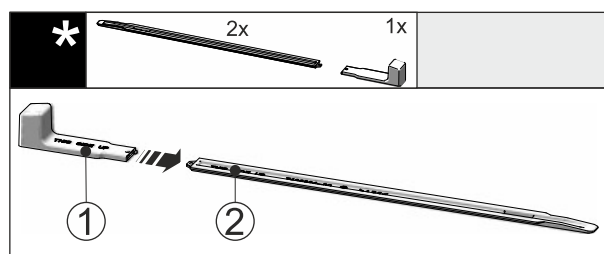

Fig. 50
- Postavite montažnu ručku Fig. 50 (1) na šinu za Fig. 50 (2) niveliranje.